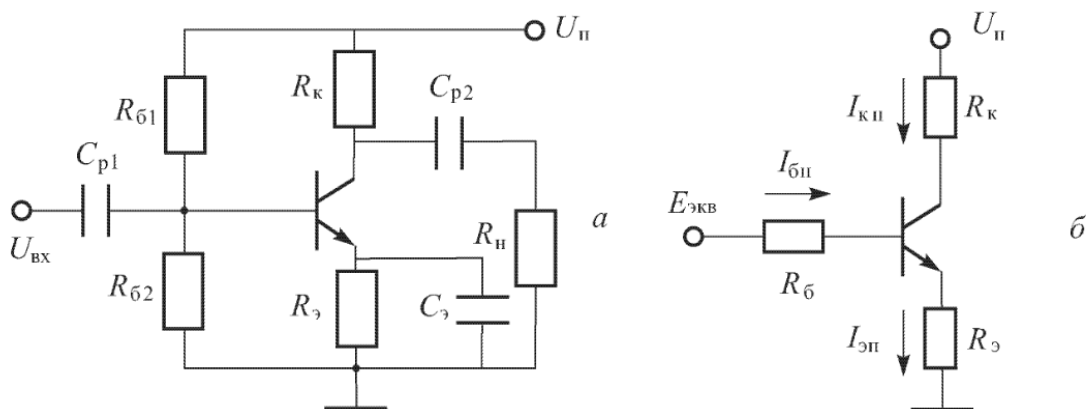

Рисунок 1 – Эквивалентная схема резисторного усилителя
1. Определить точку покоя резисторного усилителя (рисунок 1) на транзисторе КТ 3176 А9, если: $U_n = 10$ В, $R_k = 19,5$ Ом, $R_3 = 0,5$ Ом, $R_{61} = 385$ Ом, $R_{62} = 40$ Ом, $h_{21э} = 180$. Характеристики транзистора приведены на рис. П.3. Определить дифференциальный параметр $h_{11э}$ в точке покоя.
2. Определить точку покоя резисторного усилителя (рисунок 1) на транзисторе 2Т 860 А, если: $U_n = 16$ В, $R_k = 9$ Ом, $R_3 = 1$ Ом, $R_{61} = 650$ Ом, $R_{62} = 100$ Ом, $h_{21э} = 140$.
3. Определить точку покоя резисторного усилителя (рисунок 1) на транзисторе 2Т860 А, если: $U_n = 24$ В, $R_k = 19$ Ом, $R_э = 1$ Ом, $R_{б1} = 900$ Ом, $R_{б2} = 100$ Ом, $h_{21э} = 130$. Характеристики транзистора приведены на рисунке 1. Определить дифференциальный параметр $h_{11э}$ в точке покоя.